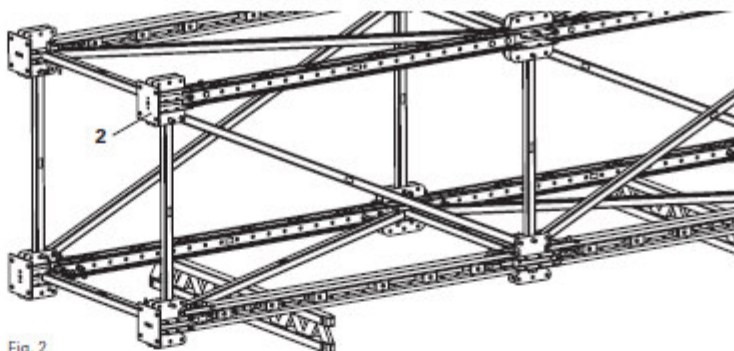

Fig. 2
1. Posare la torre su un lato o lasciarla sdraiata dopo il montaggio. (Fig. 2)